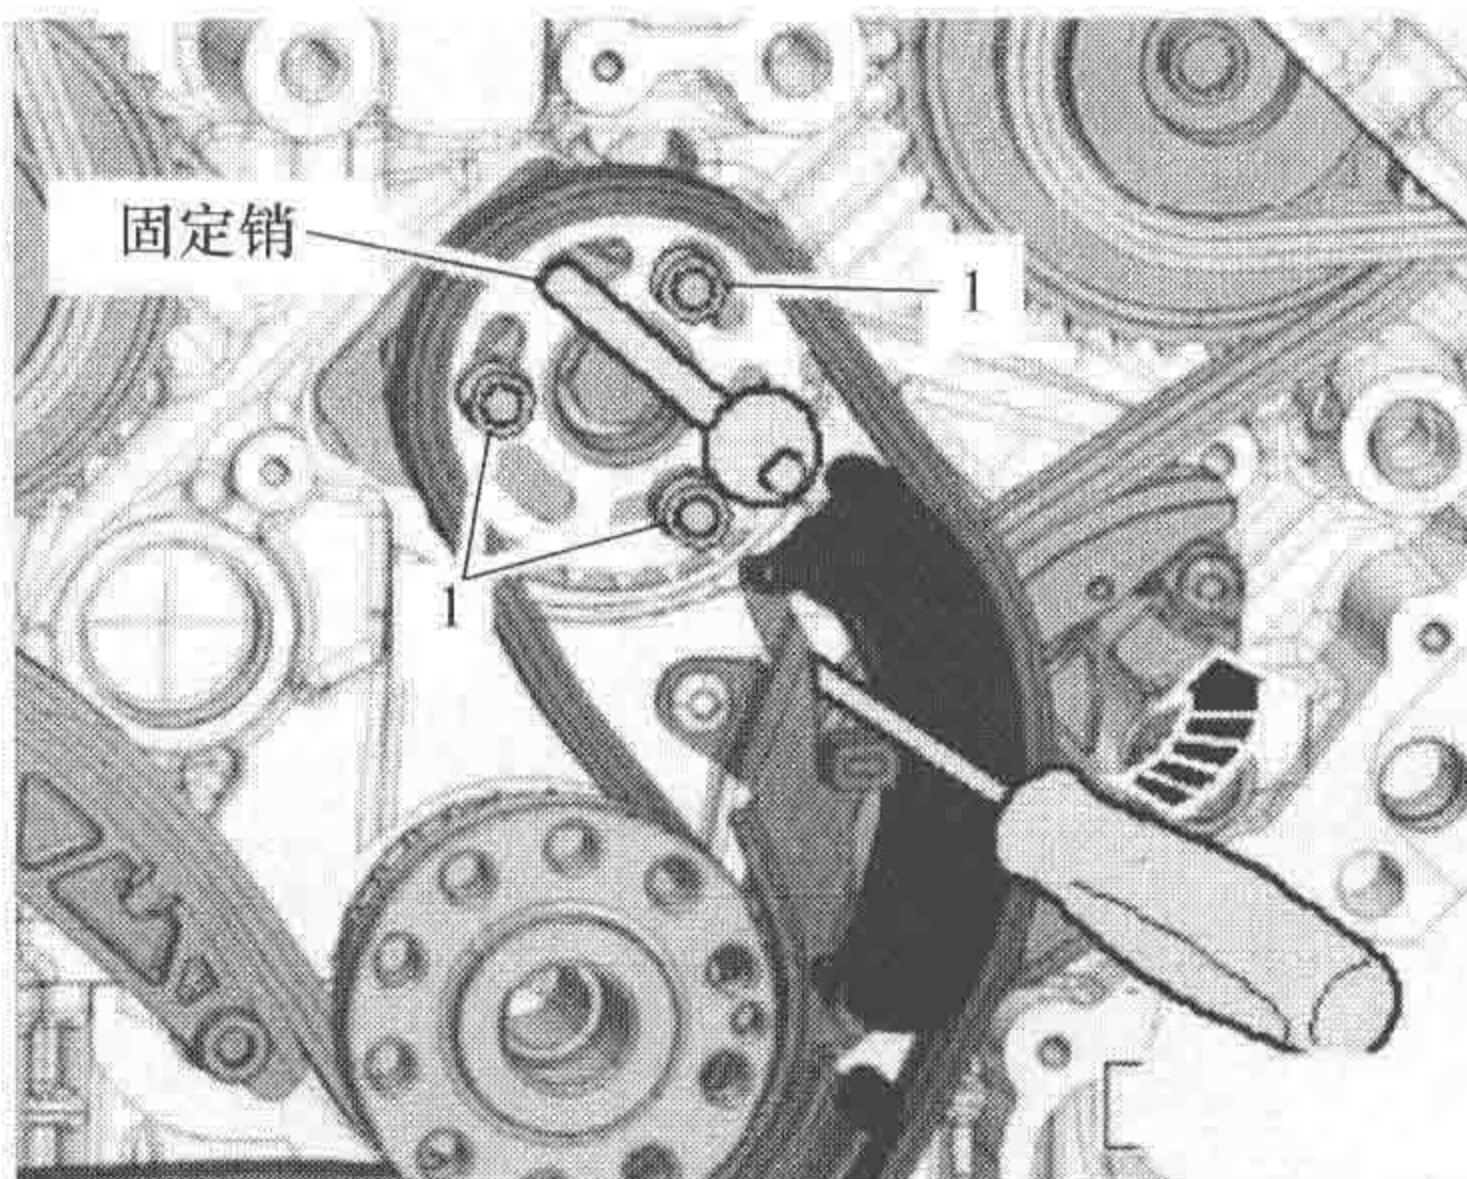

图 1-1-19
(6) 安装链条张紧器及链条和平衡轴链轮。
(7) 如图 1-1-19 所示，用固定销将平衡轴卡在“上止点”位置。平衡轴链轮中的长孔必须相对于平衡轴螺纹孔处于中间位置。必要时将链条移动一个齿。
(8) 拧紧链条张紧器螺栓。
(9) 拧入链轮螺栓 1 (图 1-1-19)，不要拧紧，链轮必须能在平衡轴上转动且不得翻转。
(10) 松开链条张紧器时去除定位销。
(11) 用螺钉旋具按压链条张紧器的滑轨 (图 1-1-19 箭头所示)，同时拧紧链轮螺栓 1。
(12) 从平衡轴中拔出固定销 (图 1-1-19)。